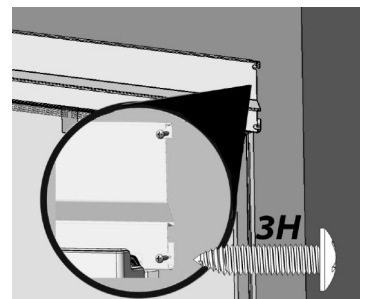

Fig. 13
- b. Perfore orificios guía de $\frac{1}{8}$ " y ajuste dos tornillos 3H en el lado derecho de la moldura superior con un destornillador Phillips a los gabinetes (Fig. 13).